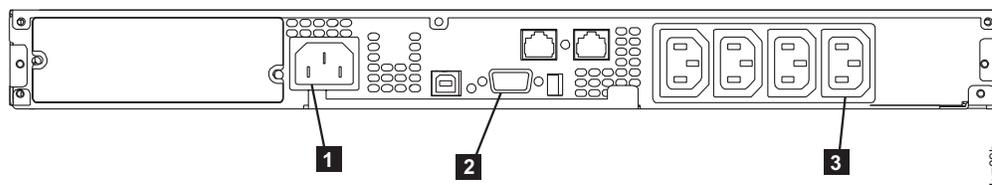

図 190. 2145 UPS-1U (背面図)
負荷セグメント 2 コンセント **3** に接続します。523 ページの図 190 を参照
10. SAN ボリューム・コントローラーのシグナル・ケーブルを通信ポート **2** に再接続します。図 190 を参照してください。